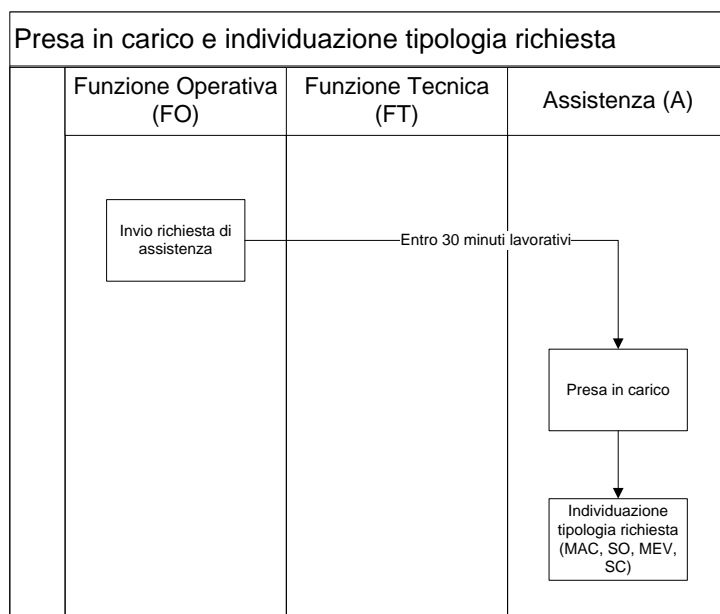

Figura 2: Workflow SO
- il “primo livello” del servizio di help-desk sarà gestito on-site dalla DA ed è orientato a fornire il necessario supporto tecnico alle strutture regionali assicurando un corretto utilizzo dei sistemi informatici in dotazione e/o l’assistenza alla risoluzione di eventuali problematiche connesse all’utilizzo degli stessi. Per la presa in carico e l’individuazione della tipologia di richiesta si prende a riferimento il workflow descritto nella figura 2 del presente documento;